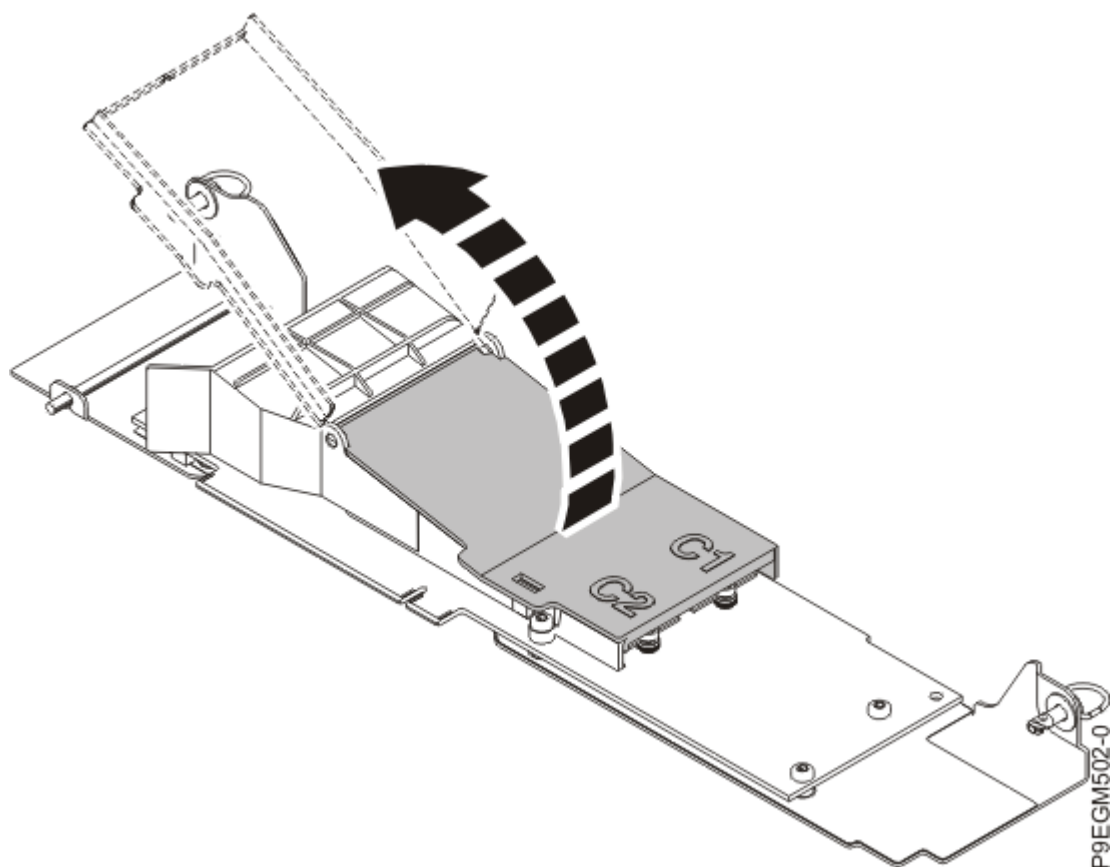

Figure 27. Soulevez le capot de la carte porteuse NVMe M.2
- a) Soulevez le capot noir de la carte porteuse NVMe M.2 en tirant près de la languette comme indiqué à la Figure 27, à la page 33.